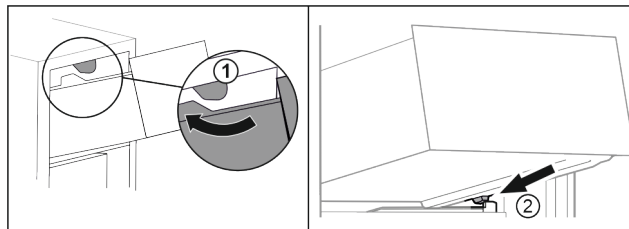

Fig. 21
- ▶ Prevedte zásuvku okolo horných zarážok Fig. 21 (1).
- ▶ Nasadte zásuvku šikmo za dolnými zarážkami na rebro nádoby Fig. 21 (2).